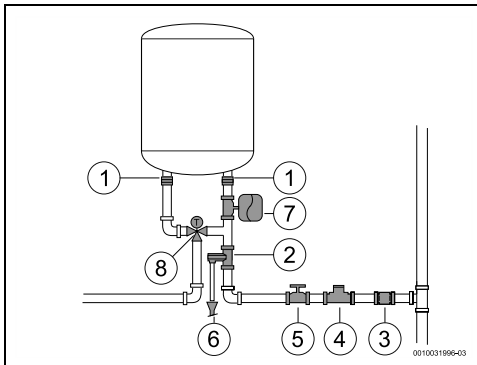

Bild 14
- ▶ Bei Verwendung von PEX-Rohren möglichst ein Thermostatventil (Abb. 14, [8]) am Ausgangsrohr des Geräts installieren. Dieses muss auf die Leistungsparameter des verwendeten Materials abgestimmt sein.
- Zwischen dem Sicherheitsventil und dem Kaltwassereintritt (rechte Seite) des Geräts dürfen keine anderen als die in Abb. 14 dargestellten Zubehörteile installiert werden.
- Druckminderer installieren (Abb. 14, [4]). Der Druckminderer wird immer dann aktiviert, wenn der Wasserdruck im Gerät 8 bar (± 1 bar) überschreitet. In diesem Fall muss eine Möglichkeit zum Ableiten des Wassers vorgesehen werden.
- Ausdehnungsgefäß installieren (Abb. 14, [7]), damit das Sicherheitsventil nicht so häufig öffnet. Das Volumen des Ausdehnungsgefäßes muss 5 % des Gerätevolumens betragen.